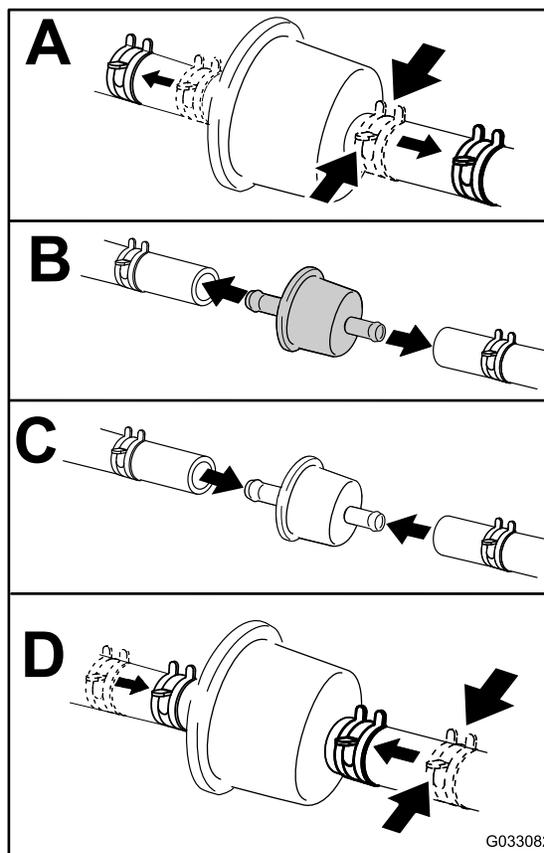

Bild 53
4. Tauschen Sie den Kraftstofffilter aus (Bild 53).